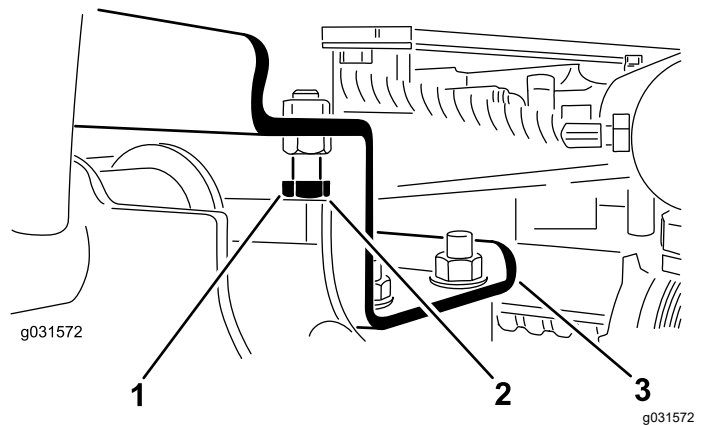

Figura 13
- A. Allentate i bulloni di arresto (Figura 13).
2. Assicuratevi che la distanza tra ciascun braccio di sollevamento e il bullone di arresto sia pari a 0,13–1,02 mm, come illustrato nella Figura 13.